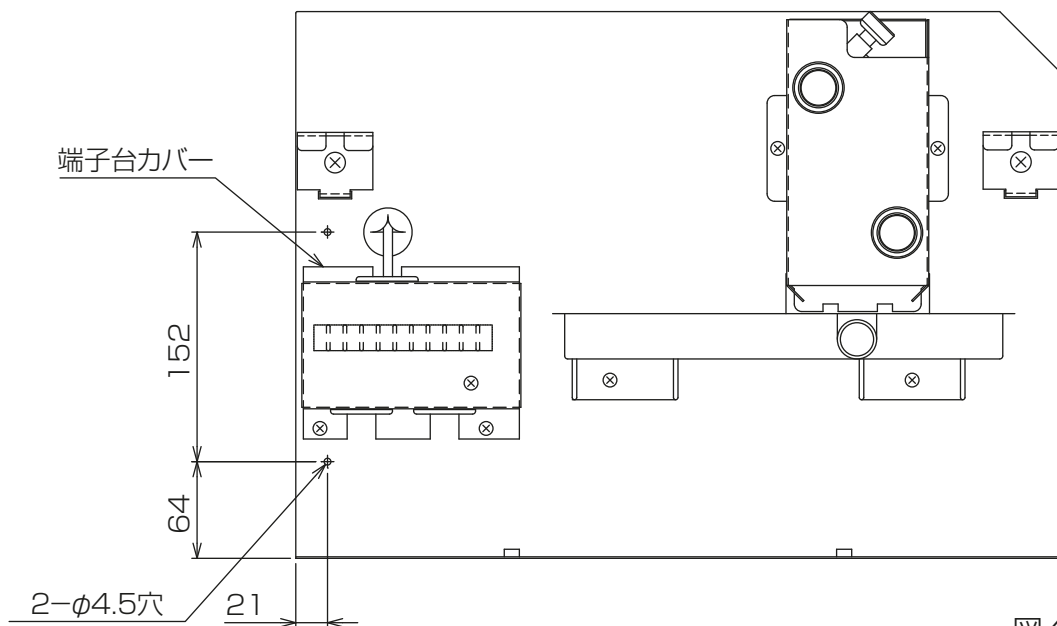

図4
- (1) 端子台カバーを取外してください。[図4] (端子台カバーは取付作業終了後に元通り取付けますので、無くさないようにしてください。)
- (2) 図4に示す位置にφ4.5穴が開いているか確認してください。開いていない場合はφ4.5穴を追加加工してください。